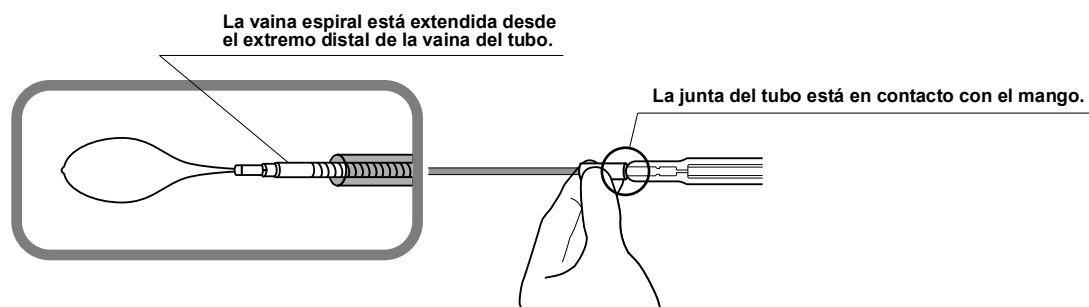

Figura 5
2. Tire de la junta del tubo hasta que toque el mango para extender el lazo desde la vaina del tubo (consulte la Figura 5).